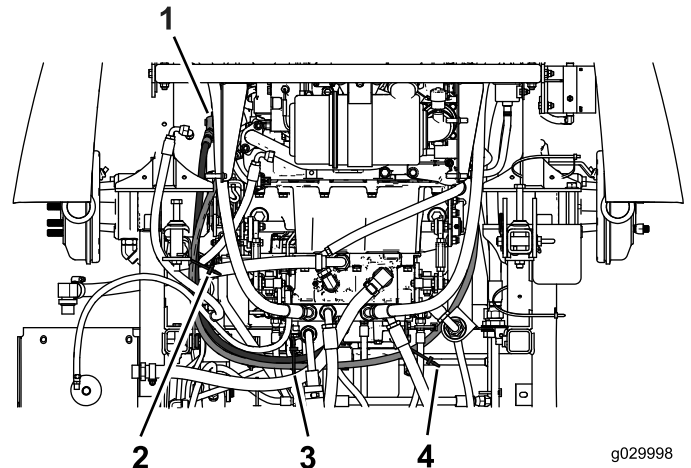

Figura 19
7. Sujete las mangueras hidráulicas con bridas (Figura 19).